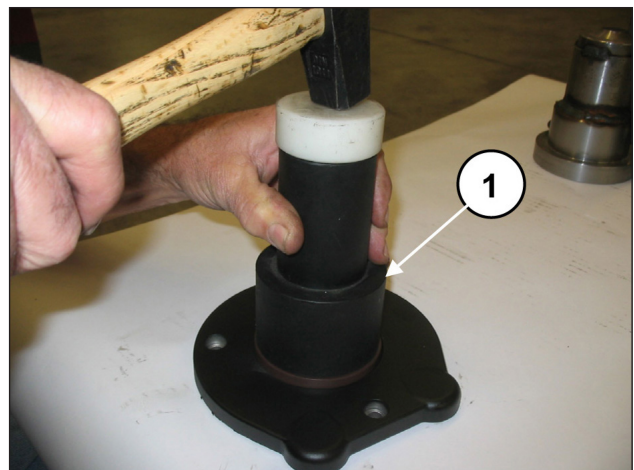

Abb. 70
Setzen Sie den Ölabbstreiferring in den Getriebebeflansch ein. Verwenden Sie hierfür die Werkzeuge Art. 27515900 und 27548200 (Pos. ①, Abb. 70).